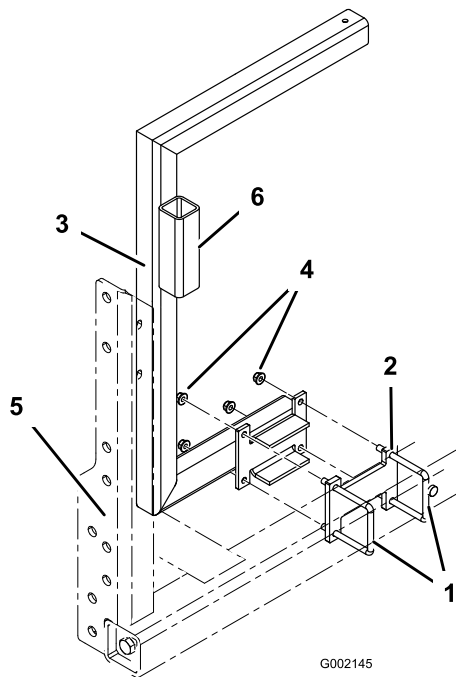

Bild 3
2. Befestigen Sie die rechte Schlauchtrommelstütze (die Stütze mit dem Spritzpistolenhalterrohr) mit den vorher befestigten zwei U-Bügeln und dem Distanzstück (Bild 3). Befestigen Sie die Rahmen mit vier Bundmuttern (3/8 Zoll). Die Stütze sollte um das hintere Ende des Behälters verlaufen.